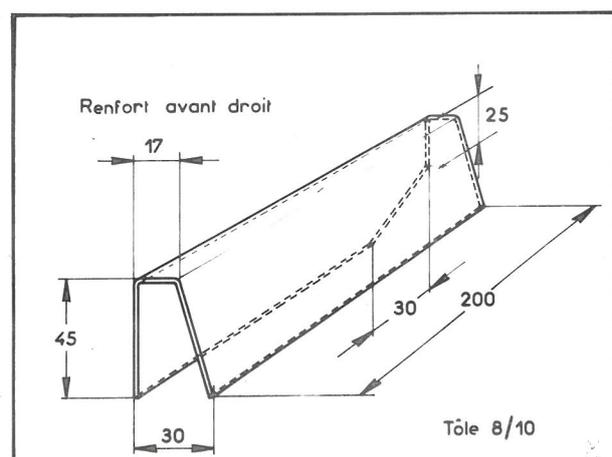

Fig. 14
14. Préparer un manchon (tôle de 0,8 mm d'épaisseur) suivant les cotes indiquées sur la figure 14 (seule la pièce droite est représentée, la gauche étant symétrique).